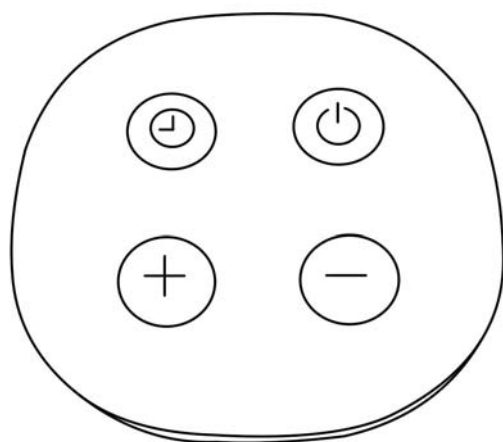

Fig. 2
6. Récepteur commande à distance	12. Commande à distance (Fig.2)
COMMANDE A DISTANCE (Fig. 2)